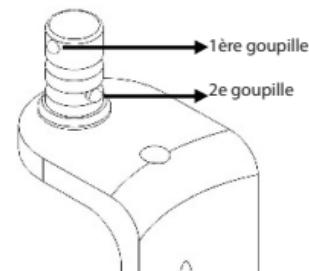

Figure 5
- Si un raccordement fixe est préféré, la deuxième goupille doit être alignée avec la rainure, et la lame poussée vers le haut. Lorsque la deuxième goupille est engagée dans le porte-lame, la lame d'écarteur reste fixe (Figure 5).